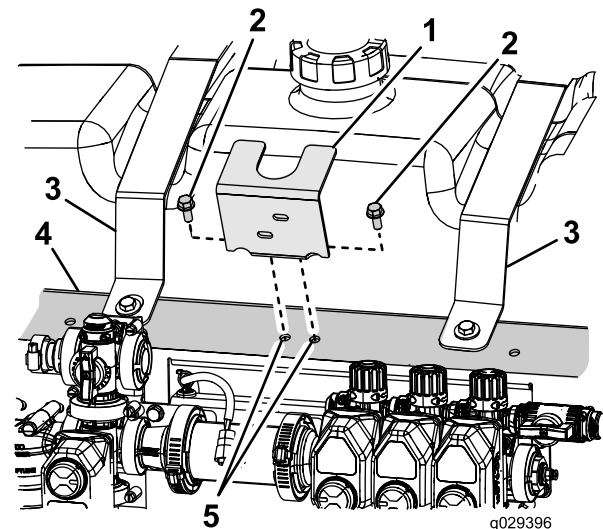

Bild 31
Ventilbefestigungshalterung hat (Bild 31), führen Sie folgende Schritte aus:
- A. Positionieren Sie die Ventilbefestigungshalterung oben an der Ventilbefestigungsschiene in der Mitte zwischen den zwei Spülbehälterriemen (Bild 31).
- Nehmen Sie den Hauptzulaufschlauch von T-Stück und Umwälzungsventil ab (Abbildung 31).